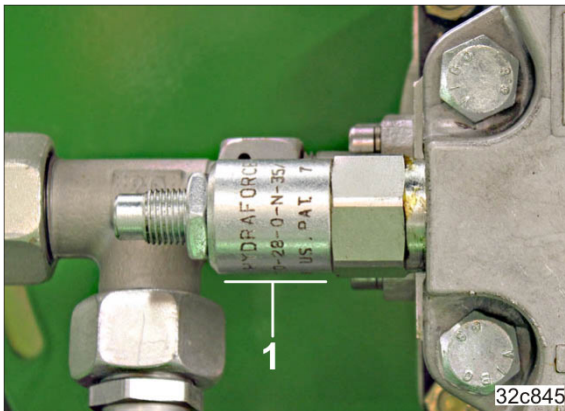

Fig. 154
- mit runder Außenkontur (Fig. 154/1)